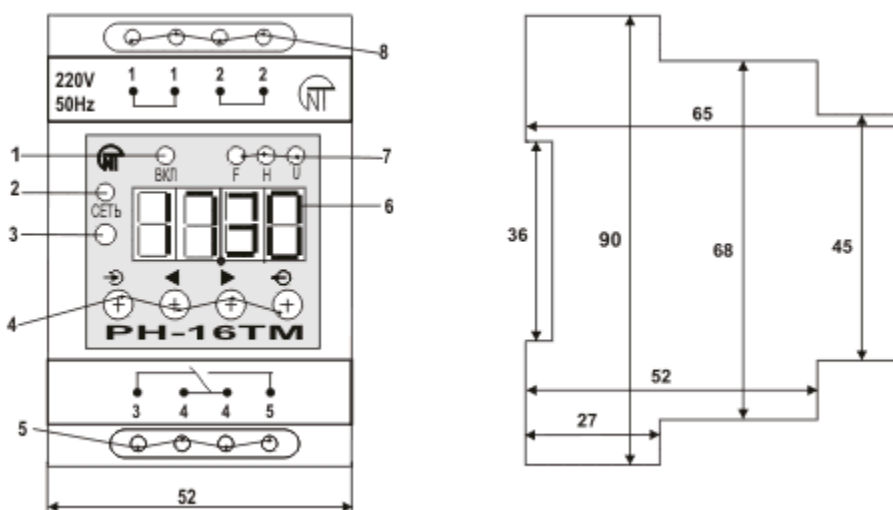

Рисунок 1
В зависимости от установленного режима, на индикатор реле (6) рисунок 1 выводится:
При включении/отключении нагрузки на реле РН-16ТМ горит/гаснет светодиод ВКЛ (1) рисунок 1. Заданный режим работы реле отображают светодиоды F, U, H (7).